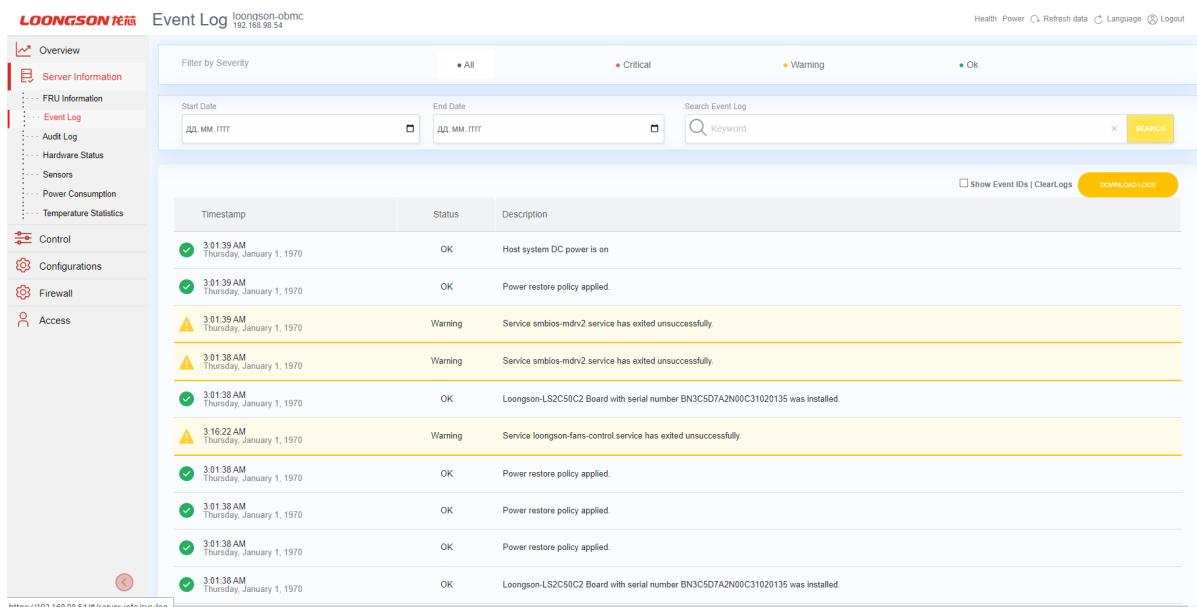

Рис. 66. Окно «Event log»
- 3) Пройдите во вкладку «Server Information» → «Event log» в данной вкладке отображена различная информация из журналов событий, которая генерируется различными датчиками, чтобы отслеживать состояние сервера. В поле «Filter by Severity» произведите фильтрацию по степени серьезности события (All; Critical; Warning; Ok). В поле «Start Date» произведите фильтрацию по дате начала события, в поле «End Date» произведите фильтрацию по дате окончания события. В поле «Search Event Log» произведите поиск по типу произошедшего события. Установка флажка в поле «Show Event IDs | ClearLogs» позволяет очистить журнал событий. Кнопка «Download Logs» позволяет выгрузить журнал событий. Окно показано на рис. 66 Окно «Event log»